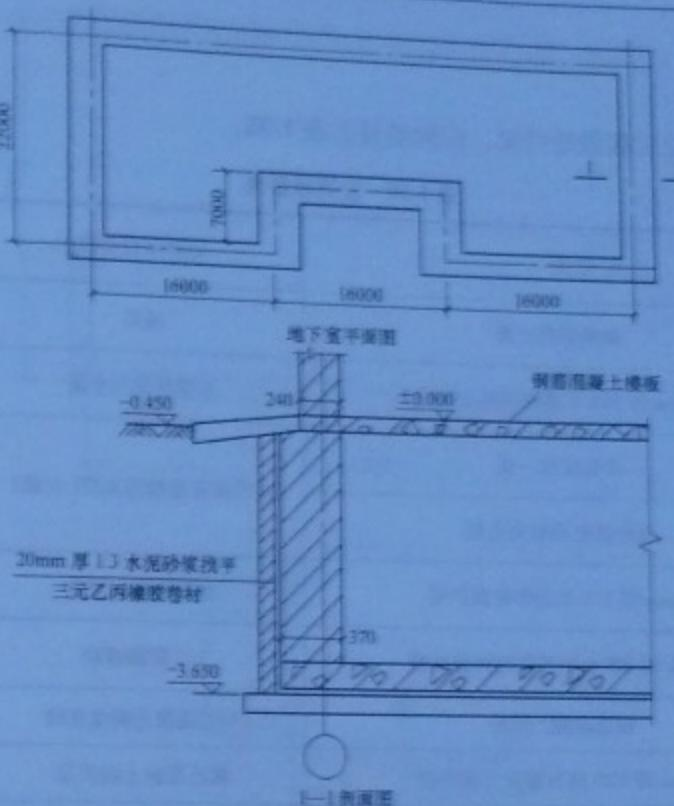

图 1-93 某地下室示意图
**【例 1-93】** 某地下室工程外防水做法如图 1-93 所示，1:3 水泥砂浆找平 20mm 厚，三元乙丙橡胶卷材防水(冷贴满铺)，外墙防水高度做到  $\pm 0.000$ ，计算卷材防水工程量。